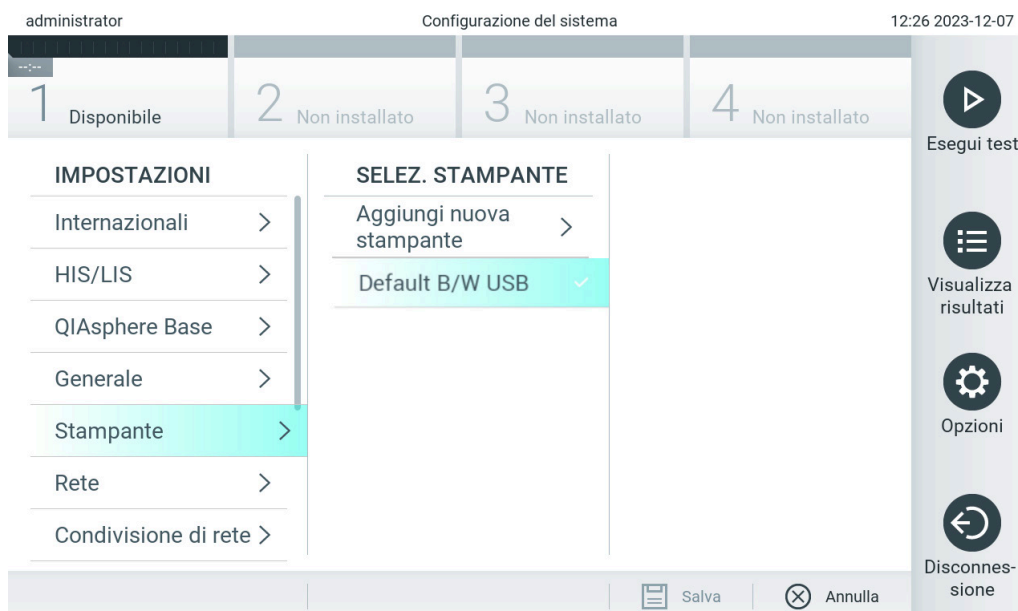

Figura 103. Installazione della stampante con driver predefinito.
2. Selezionare la stampante predefinita denominata Default B/N USB (Figura 103)